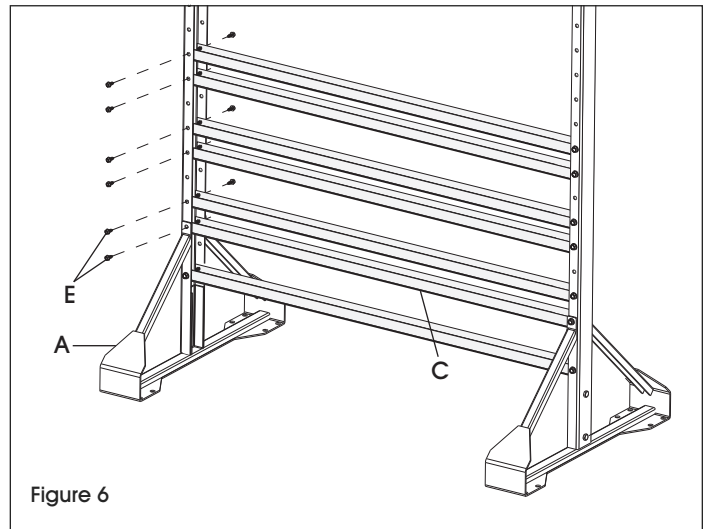

Figure 6
Fixez les traverses (C) aux troisième et quatrième trous à partir du bas à l'aide de vis à tôle n° 14 (E). En sautant un trou sur deux, fixez toutes les autres traverses par paires comme illustré. La dernière traverse au sommet est installée seule. (Voir Figure 6)
**REMARQUE :** Fixez chaque socle (A) au troisième trou à partir du bas à l'aide de vis à tôle n° 14 (E). (Voir Figure 6)